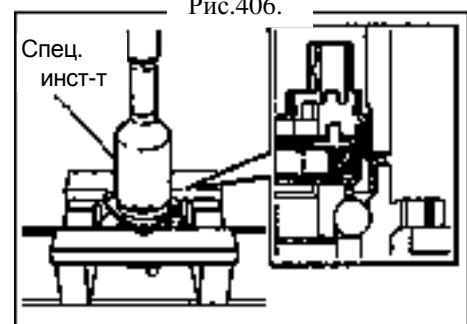

Рис.406.
- (с) Используйте специальный инструмент и нажмите для установки датчика скорости задних колес на заднюю ступицу (рис.406).